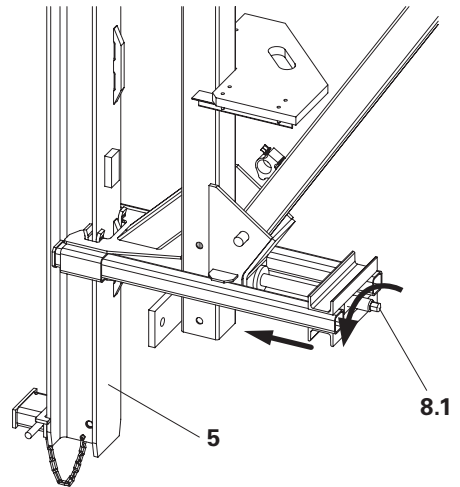

Fig. 36
- ACS-R: girare la vite di compressione **(8.1)** in senso antiorario fino a quando la guida di ripresa **(5)** è libera e ha spazio sufficiente rispetto alla guida della vite di compressione. (Fig. 36)